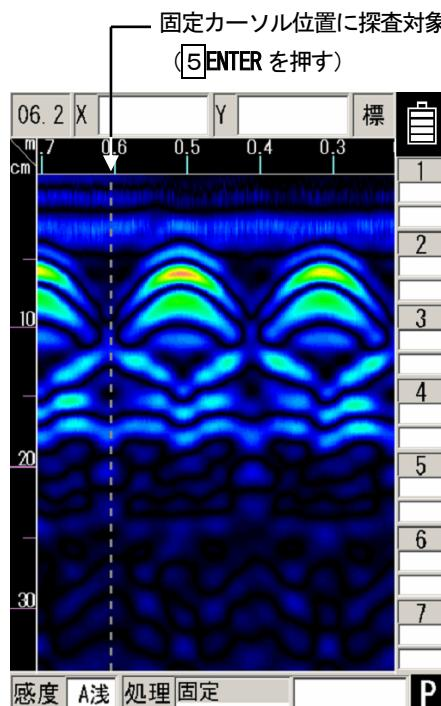

図3-9 リアルタイムマニュアル減算処理の実施
- (4) 固定カーソル位置に探査対象物の無い結果が重なった時、**5 ENTER** を押します。(図3-9参照)